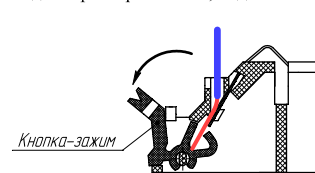
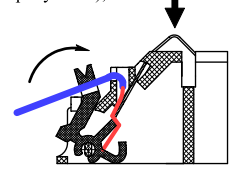

Рисунок 1
Рисунок 2
Кнопки-зажимы контактов 3 и 4 (маркировка контактов выполнена на контактной группе) предназначены для подключения «-» ШС. В состоянии поставки кнопки-зажимы находятся в отжатом положении, освобождая каналы для ввода проводов (см. рисунок 1). Подключение проводов ШС проводить в следующей последовательности: - ввести в канал провод и зафиксировать его, поджав кнопку-зажим до упора (см. рисунок 2);
- проверить надежность соединения для чего необходимо надавить на изгиб контакта, имитируя нажим датчиком (см. рисунок 2) и потянуть провод на себя;
- завести провод в паз, расположенный на кнопке-зажиме (см. рисунок 2).